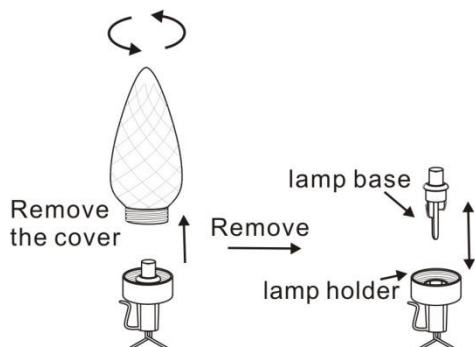
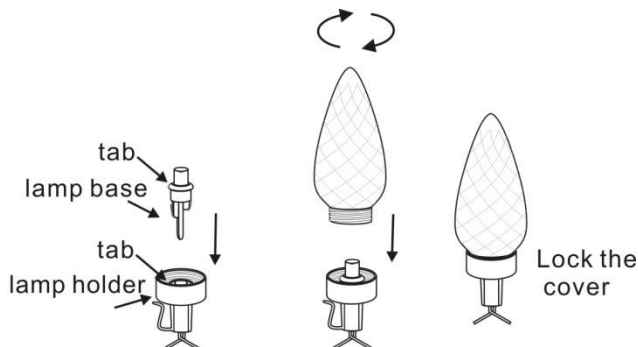

Fig.1 Remove the burnt out bulb.
Fig.2 Replace with the spare lamp.
- b) Retire la tapa en la Fig.1. Saque la lámpara LED fundida y jale la lámpara y la base de plástico hacia afuera para sacarla del portalámpara en la Fig.2.
- c) No cambie deliberadamente la dirección de la lámpara LED en el portalámpara (haga siempre coincidir el gancho con la lengüeta, consulte la Fig. 2).